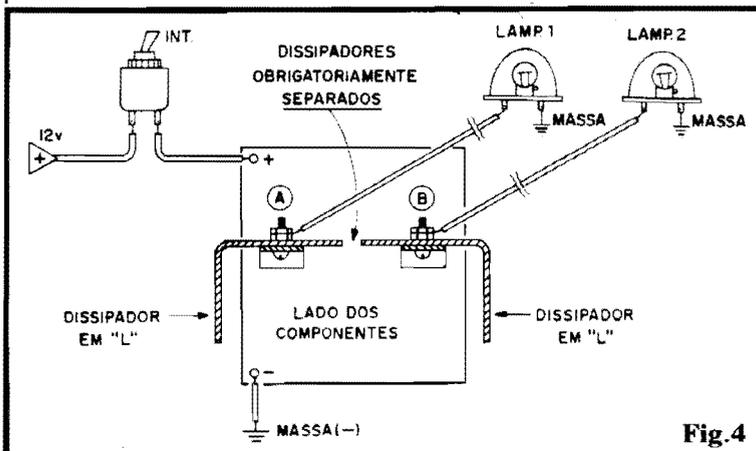

Fig.4
- 2 - Contatos tipo "argola" ou "ilhós", para ligação das Saídas do circuito aos conjuntos transistores de Potência/dissipadores (detalhes na fig. 4...).
- FIG. 4 - CONEXÕES EXTERNAS/INSTALAÇÃO BÁSICA - Conforme já foi dito, as ligações externas à placa são simples e poucas... O diagrama mostra o Circuito Impresso ainda pelo lado não cobreado, mas enfatizando